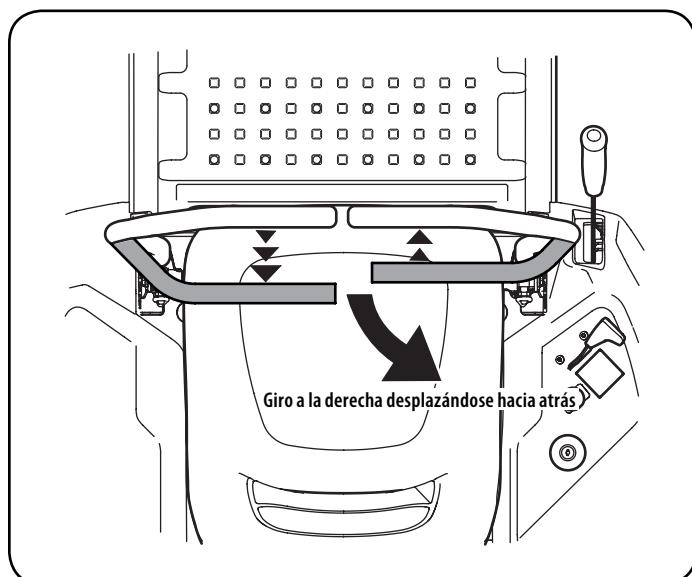

Figura 15
- Para girar a la derecha mientras se desplaza marcha atrás, mueva la palanca de control del lado derecho hacia adelante respecto de la palanca izquierda. Vea la Figura 15.